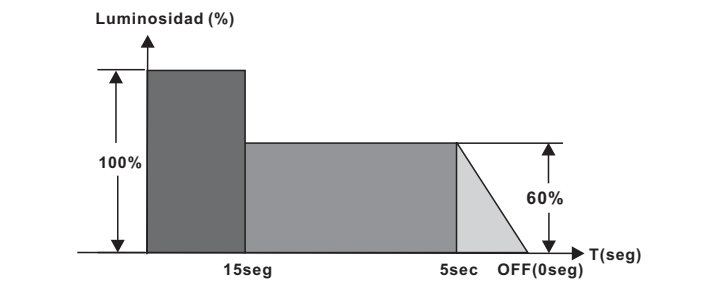

FIG.26
B) 5 segundos antes del fin, la intensidad de la carga comienza a reducirse desde el 60% hasta que se desconecta por completo al cabo de esos 5 segundos. FIG. 26